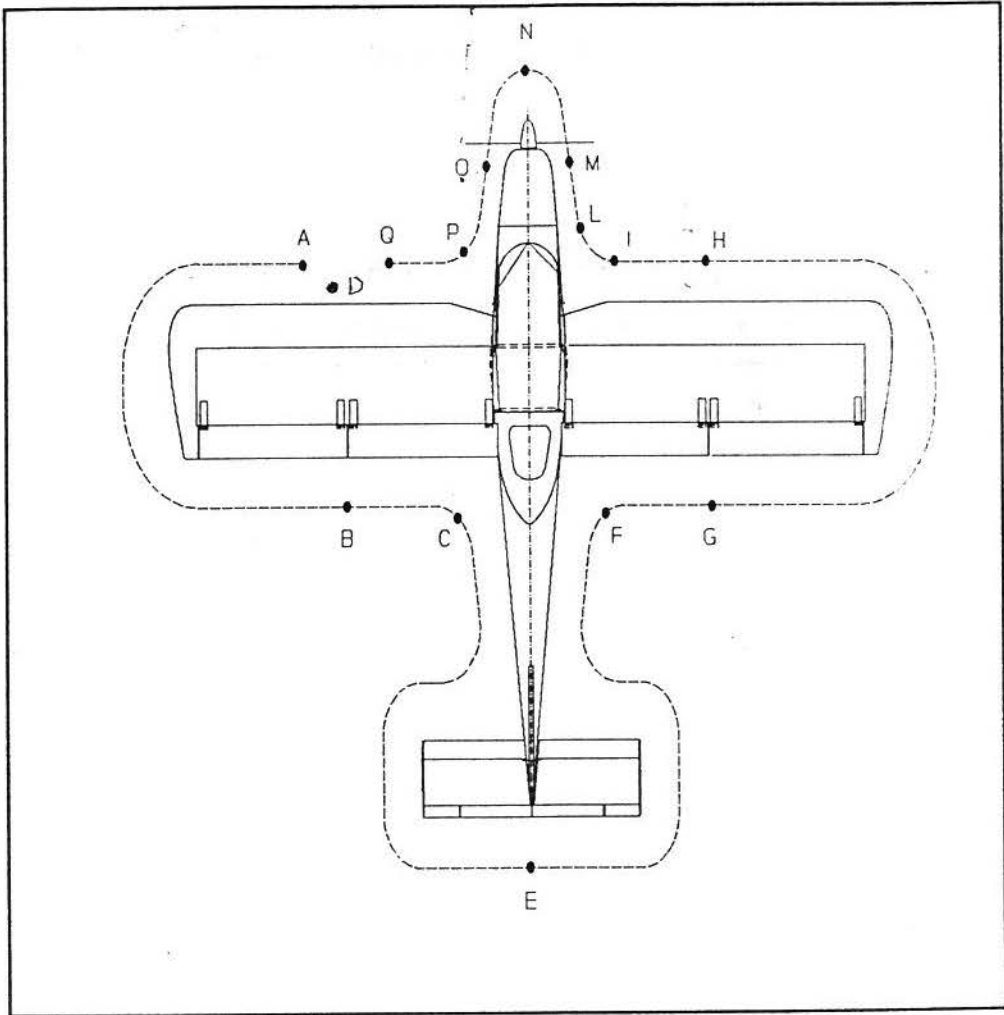

Figura 2
- (1) Visita Pre-volo - Da effettuarsi secondo lo schema di Figura 2.
- (A) Verificare il buono stato del bordo d'attacco in composito.
- (B) Verificare il buono stato e la libertà di movimento dell'alettone e del flap.
- (C) Verificare il buono stato del semicarrello principale sinistro, lo stato del pneumatico e la pressione di gonfiamento.
- (D) Verificare che la presa totale anemometrica sia libera da ostruzioni.
- (E) Verificare il buono stato e la libertà di movimento dell'impennaggio orizzontale e del timone di direzione. Verificare l'integrità ed il libero movimento dell'antitab.
- (F) Verificare il buono stato del semicarrello principale destro, lo stato del pneumatico e la pressione del gonfiamento.
- (G) Verificare il buono stato e la libertà del movimento dell' alettone e del flap.
- (H) Verificare il buono stato del bordo d'attacco in composito.
- (I) Controllare che il tappo del serbatoio sia chiuso e che lo sfiato non sia ostruito.
- (L) Verificare che la presa statica destra sia libera da ostruzioni.